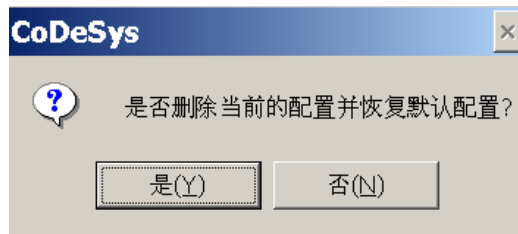

图 3-2-16 “其它”菜单（4）
- **标准配置:** 选择此项，会弹出如图 3-2-16 所示的对话框。点击“是”按钮，恢复默认配置。否则不改变当前配置。